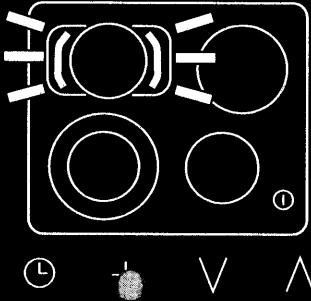

Fig. 5
- ... trycker du lätt på symbolen +. I timerns displayfält blinkar då **P3**. I displayfältet för varmezon 2 (längst bak till vänster) blinkar symbolen för anpassningen \odot (fig. 5). Genom att trycka lätt på varmezonens i displayfältet kan du nu välja samma inställningar för anpassning som för varmezon 1. Du sparar värdena på samma sätt som ovan.